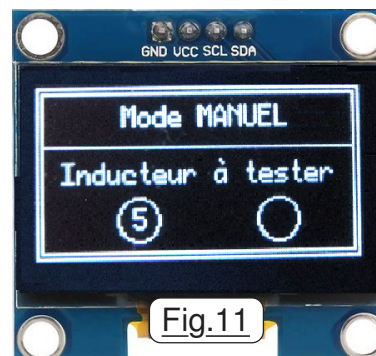

Fig.11
Simple outil pour la mise au point ou la maintenance, quand on valide l'item **Mode MANUEL** de la Fig.4 on active une fonction secondaire qui débute par un écran qui ressemble à celui de la Fig11 sauf que le chiffre affiché dans le petit cercle est le ①. Ce chiffre désigne le numéro de l'inducteur sur lequel on va agir. On peut incrémenter ou décrémenter à convenance cette valeur en